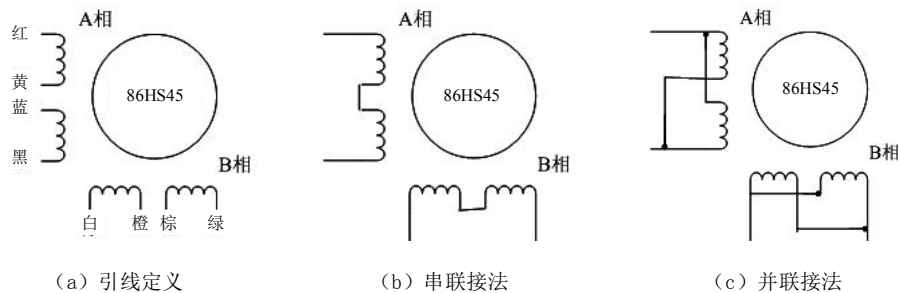

图 7 86 电机串并联接法
- 2) 相是相对的,但不同相的绕组不能接在驱动器同一相的端子上(A+、A-为一相,B+、B-为另一相),雷赛 86HS45 电机引线定义、串、并联接法如图 7 所示。